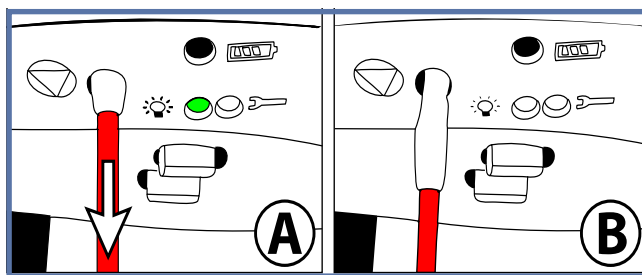

Fig. 9
- 1) Para detener la grúa en caso de emergencia, tire suavemente del cordón rojo de emergencia hasta escuchar un «clic» (véase la Fig. 9 A). Observará que la pieza de inserción de plástico correspondiente al interruptor de reinicio, en el extremo superior del cordón rojo, ha descendido (véase la Fig. 9 B). Aparte de esto, la luz verde de alimentación se habrá apagado. Puede que observe también que el paciente comienza a descender poco a poco al activar la parada de emergencia. Es el funcionamiento normal.